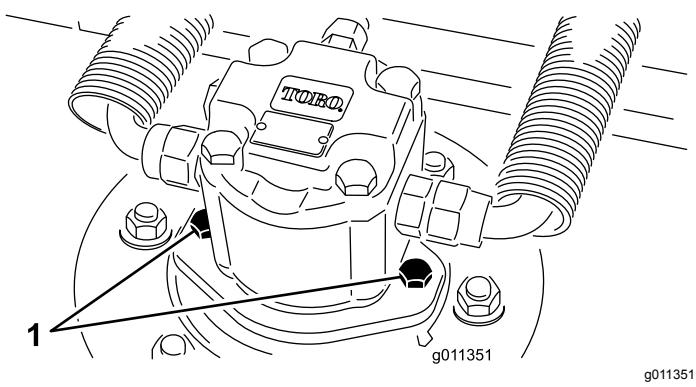

Bild 59
2. Schließen Sie den Hydraulikmotor vom Mähwerk ab und nehmen ihn ab (Bild 59). Decken Sie die Spindeloberseite ab, um einer Verunreinigung vorzubeugen.
4. Montieren Sie den Hydraulikmotor am Mähwerk (Bild 59) Stellen Sie sicher, dass sich der O-Ring unbeschädigt in seiner Position befindet.